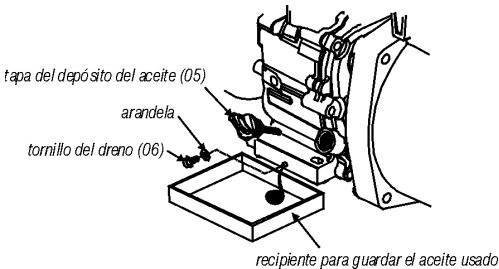

Fig. 31 – Cambio de aceite
- Retire la tapa de dreno del cárter (fig. 31);